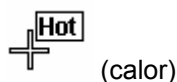

Imagen 11 Cursor del punto más frío
3).  Lista de los valores de medición (máximo 10 / Imagen 11). La lista indica los puntos de medición con posición Pixel, diferencia de temperatura entre ambos cursores (1 y 2). Muestra asimismo el punto más caliente y el más frío, con el valor de diferencia de temperatura y el valor medio de la imagen. Asimismo muestra el valor de temperatura máximo, mínimo y medio de un recorte de imagen (Si ha seleccionado previamente un recorte de imagen en el menú vista).